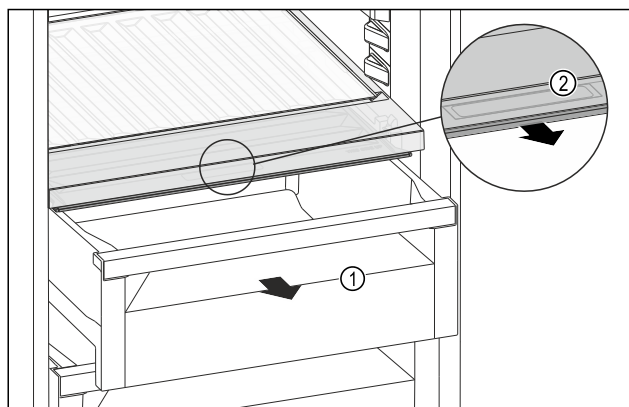

Fig. 183
- Tërhiqni jashtë sirtarin Fig. 183 (1).
- Kapni dorezën e futur Fig. 183 (2) në kapakun e ndarjes dhe në të njëjtën kohë tërhiqni përpara kapakun e ndarjes.